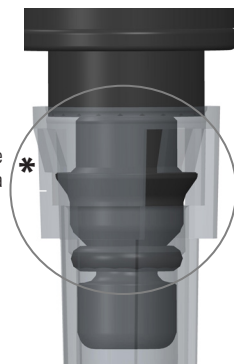

Imagen 4b
1. Para colocar la punta, introduzca la pipeta en una punta ClipTip tomada de una gradilla y presione con una ligera fuerza hasta que la punta quede encajada. Un leve chasquido indicará que la punta ha quedado fijada. La punta está fijada cuando los clips\* (Imagen 4b) quedan bloqueados en el accesorio portapuntas. No aplique una fuerza excesiva al colocar las puntas, dado que el dispositivo requiere un mínimo de fuerza de fijación.